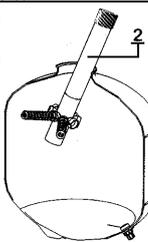

FIG. 5
1. Inserire il tubo con corpo diffusore all'interno del filtro in diagonale come in Fig.5 e successivamente montare le candele sul corpo del diffusore.